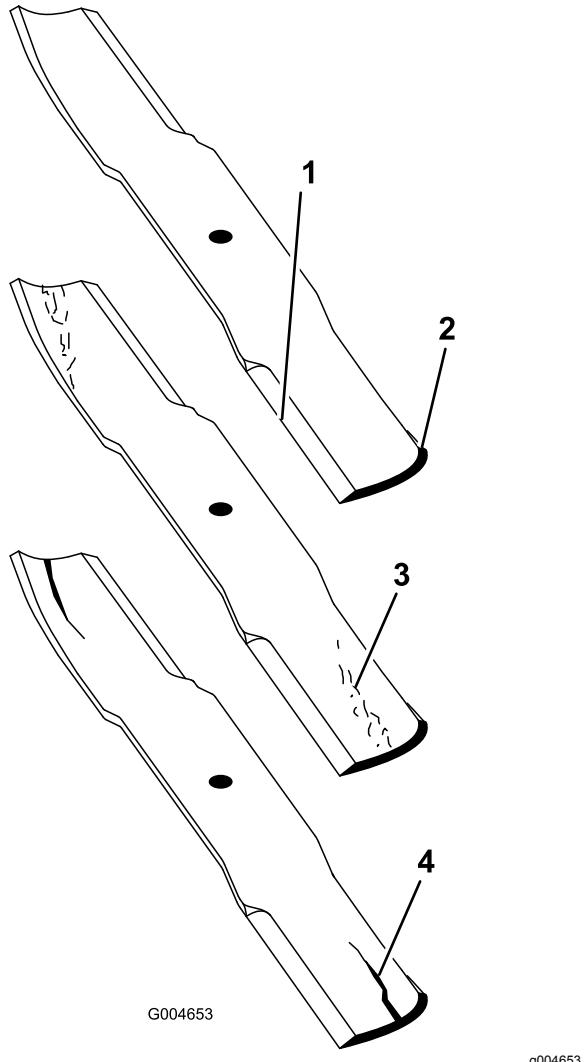

Figure 77
2. Examinez attentivement les tranchants de la lame, particulièrement au point de rencontre des parties plane et relevée (Figure 77).
Remarque: Le sable et les matières abrasives peuvent éroder le métal à cet endroit, c'est pourquoi il est important de contrôler l'état de la lame avant d'utiliser la tondeuse. Remplacez la lame si elle vous semble usée (Figure 77).
3. Examinez les tranchants de toutes les lames et aiguissez-les s'ils sont émoussés ou ébréchés (Figure 77).